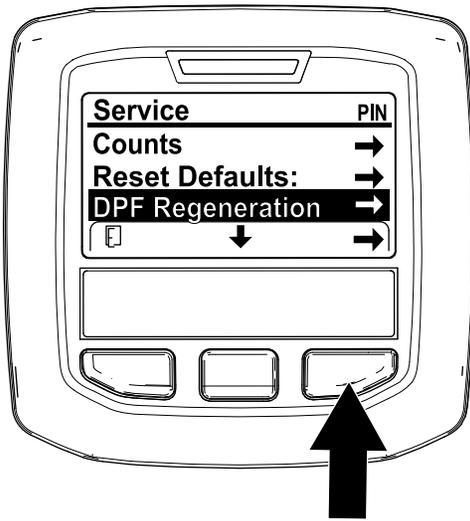

図 39
1. 整備 Serviceメニューから、中央ボタンで下へスクロールして DPF REGENERATIONメニューに入る 図 39。
2. 右側のボタンで DPF Regeneration再生に入る 図 39。